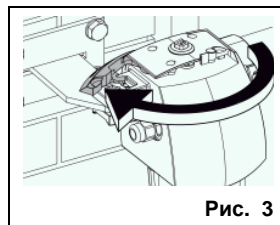

Рис. 3
4. Повернуть до упора отпирающий рычаг (рис. 3).